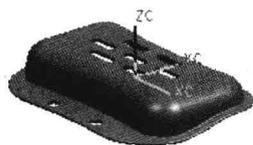

图 1.2 定义后的模具坐标系
(1) 在“注塑模向导”工具条中, 单击“模具 CSYS”按钮 , 系统弹出“模具 CSYS”对话框。
(2) 在“模具 CSYS”对话框中选择 **产品体中心** 单选项, 然后选中 **锁定 Z 位置** 复选框。
(3) 单击 **确定** 按钮, 完成模具坐标系的定义, 结果如图 1.2 所示。